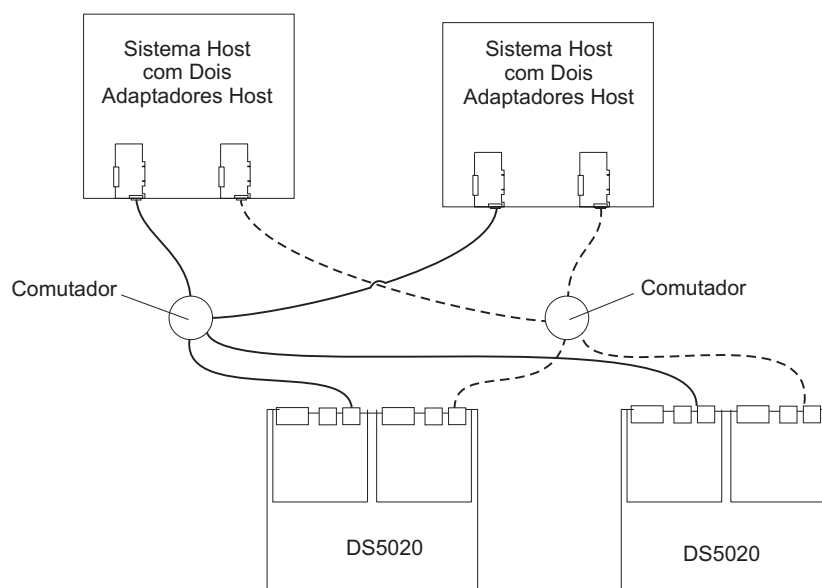

Figura 59. Exemplo de Dois Subsistemas de Armazenamento em um Ambiente SAN Duplo
- Dois subsistema de armazenamento em uma configuração de malha SAN dupla, conforme mostrado na Figura 59 na página 92
Na Figura 59, os comutadores Fibre Channel não são conectados juntos. Cada comutador forma sua própria malha SAN.